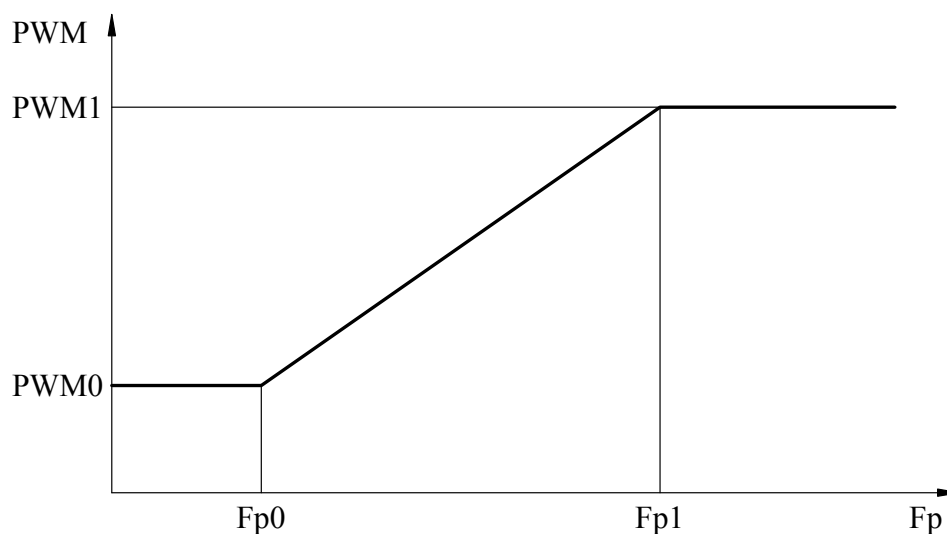

Рис. 7. Зависимость выходного относительного напряжения от частоты и табличных параметров.
3.6.9. Тип 4 (ТР.4-) – параметры кривой выходного относительного напряжения ($PWM=f(Fp)$) (**рис.7**) и дополнительные параметры.